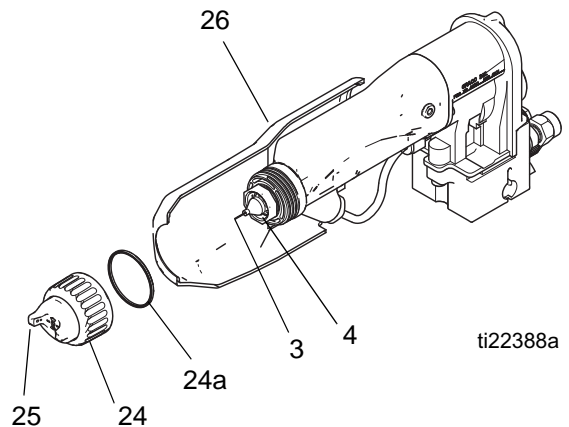

图 19. 清洗空气帽和流体喷嘴
3. 卸下空气帽组件（24、25）和保护罩（26）。参见图 19。